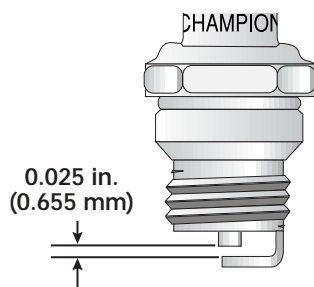

Fig. 68
3. Remplacez toute bougie fendillée, encrassée ou sale. Réglez l'écartement à 0,655 mm (0,025 po) à l'aide d'une jauge d'épaisseur (Fig. 68).